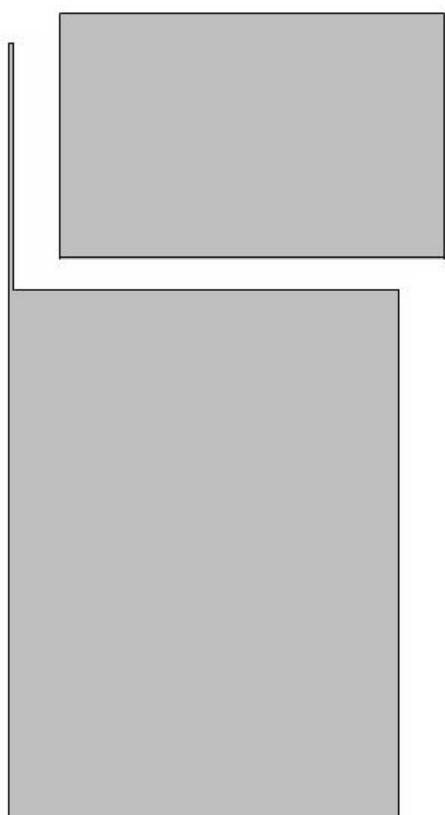

Рис.9 Раскрой поликарбоната для двери и форточка
3.8.3. Положите дверное покрытие на каркас двери и форточка (пункта 3.8.1.) и проверьте правильность размера вырезанного вами дверного покрытия. На листе дверного покрытия отметьте маркером размеры форточка и острым ножом вырежьте покрытие форточка (см. Рис. 9).